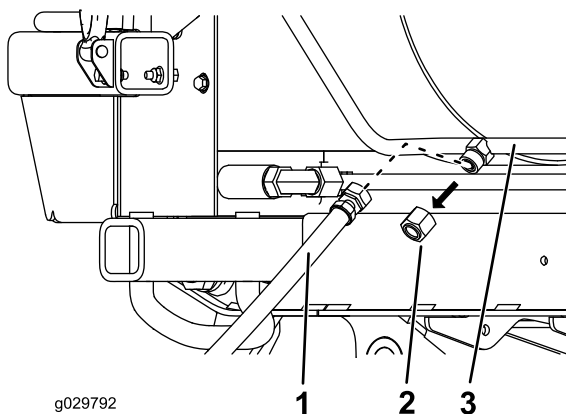

Figura 15
- A. Retire el tapón de la línea rígida de la manguera de retorno del enfriador de aceite (Figura 15).
- B. Enrosque la manguera corta en la línea rígida (Figura 15).